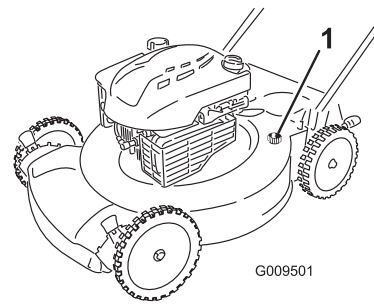

Figure 31
4. Branchez un tuyau d'arrosage, relié à une arrivée d'eau, au raccord de lavage du carter de la machine (Figure 31).